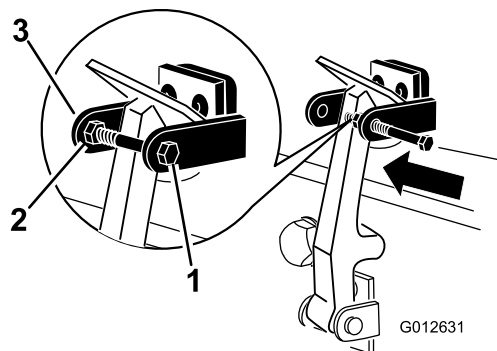

図 11
8. フードラッチブラケットのもう一つのアームにボルトを取り付けてラッチをロックする 図 11。ボルトをしっかりと締め付けるが、ナットは締め付けない。